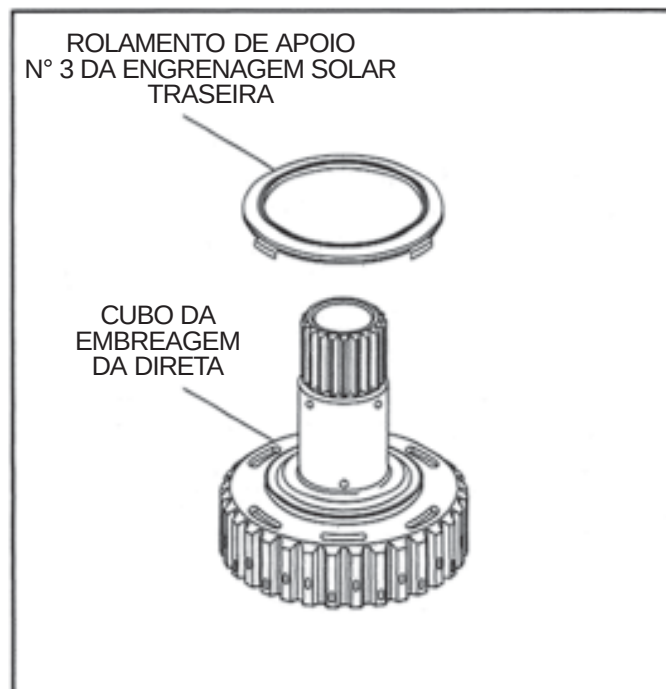

Figura 87
4. Instale o rolamento de apoio N° 3 da engrenagem solar traseira no cubo da embreagem da direta, conforme ilustrado na Figura 87, e fixe o rolamento com uma pequena quantidade de pasta de montagem.